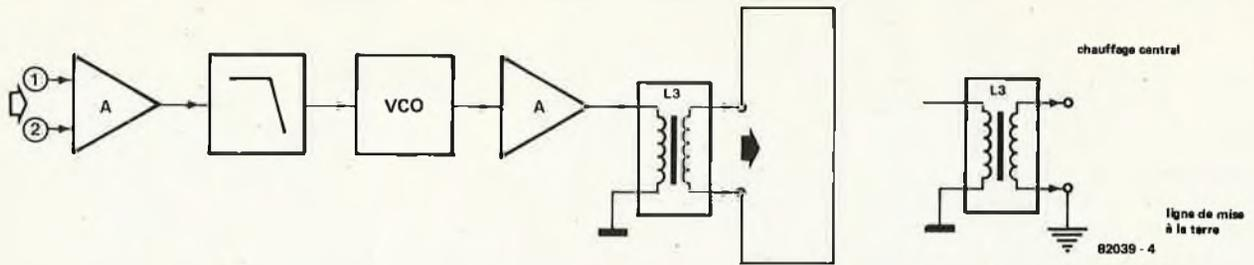

Figure 4. Schéma synoptique de l'émetteur. La boucle est connectée aux points x et y, avec ou sans condensateur-série.
Figure 4. Si l'on utilise le module capacimètre en association avec le fréquencemètre à cristaux liquides du mois de décembre 1981, on pourra prélever le signal GP au point indiqué ci-dessus.
La figure 4 donne le schéma synoptique de l'émetteur. Le schéma dessiné en figure 5 peut être subdivisé en plusieurs sous-ensembles: un préamplificateur basse-fréquence, un VCO et un étage de commutation. L'amplificateur d'entrée est un amplificateur-mélangeur sur lequel peuvent être branchées deux sources de signaux. L'entrée la plus sensible, (II), est également celle ayant l'impédance d'entrée la plus faible. On pourra brancher à cette entrée des microphones basse impédance, sensibles. L'autre entrée, quant à elle, servira au branchement de sources fournissant des signaux plus importants, (haut-parleurs, Aux.). Pour éviter l'apparition de phénomènes d'interférence, on a ajouté un filtre anti-"parasites". Supposons que nous relierions P2 à la sortie "aux" du signal son d'un télé-